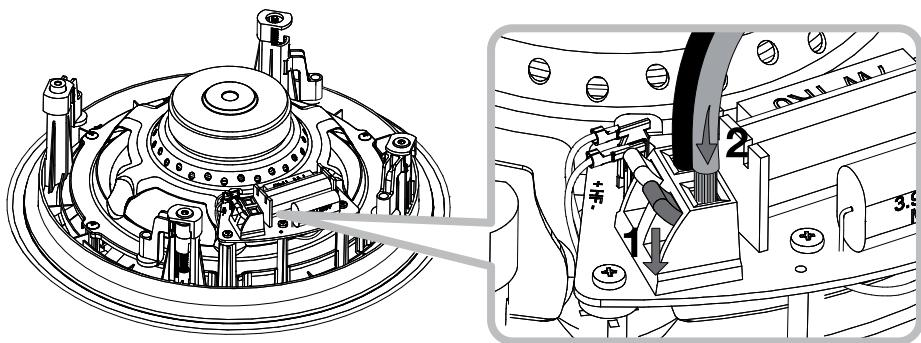

Рисунок 3
4.3 А теперь подсоедините колоночные кабели к пружинным разъемам на боку передней панели. Убедитесь, что полярность подключения правильная: плоской разъем на усилителе должен быть соединен с красной клеммой на раме. Аналогично, кабель, подсоединененный к минусовому разъему на усилителе, должен быть соединен с черной клеммой на раме. На Рис. 3 проиллюстрировано подсоединение кабелей.